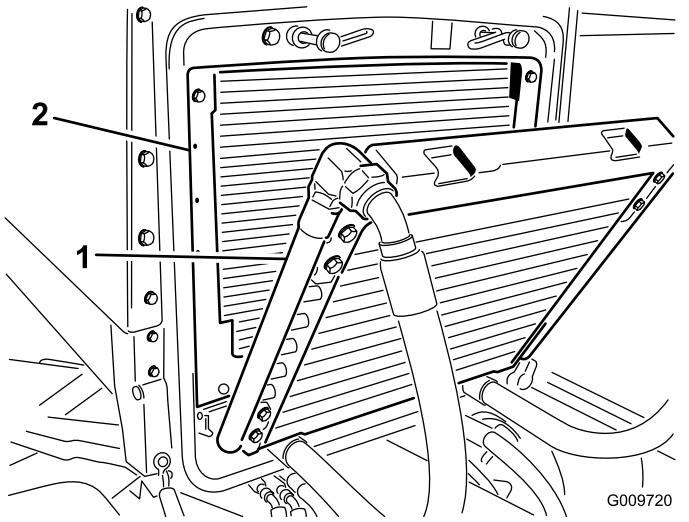

図 52
3. クーラを後ろに傾ける。オイルクーラとラジエターの裏表を図 52 壓縮空気で丁寧に清掃する。機体の前側からエアを吹きつけて後ろ側にゴミを吹き飛ばします。その後、今度は後ろ側から前側に向かって吹きつけて清掃します。この作業を数回繰り返してごみやほこりを十分に落としてください。